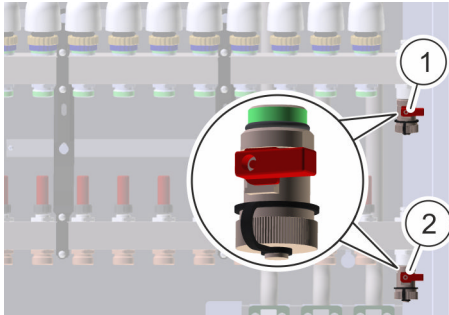

Abb. 93: Befüll- und Entleerhähne
1. ➤ Einen Eimer unter die Befüll- und Entleerhähne (Abb. 93/1–2) halten.